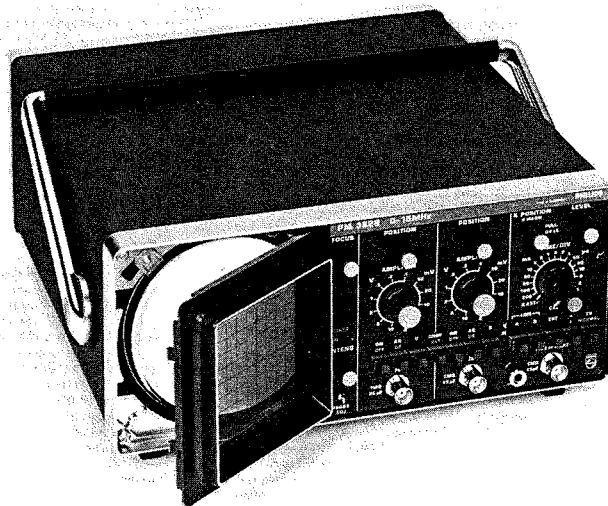

Abb. 2.5. Abnahme des Bildröhrenrahmens und des Messrasters
- durch leichtes Drücken der linken Seite lässt sich der Rahmen ausschwenken (siehe Abb. 2.5.).